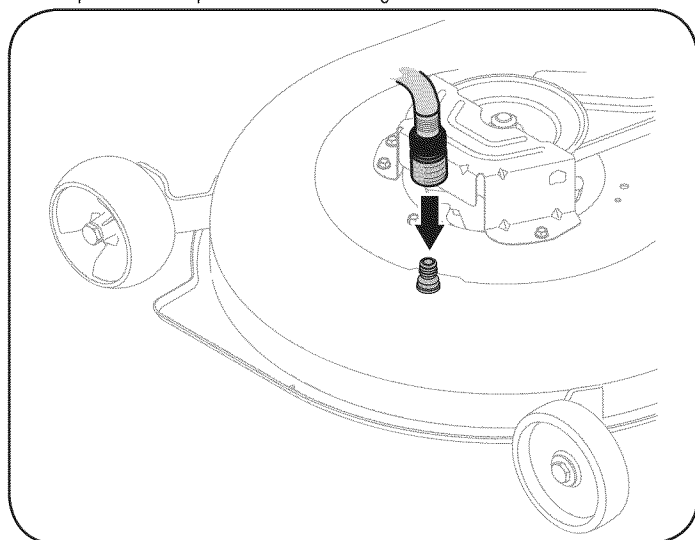

Figura 24
4. Una el acople de la manguera al puerto de agua que se encuentra en la superficie de la plataforma. Vea la Figura 24.